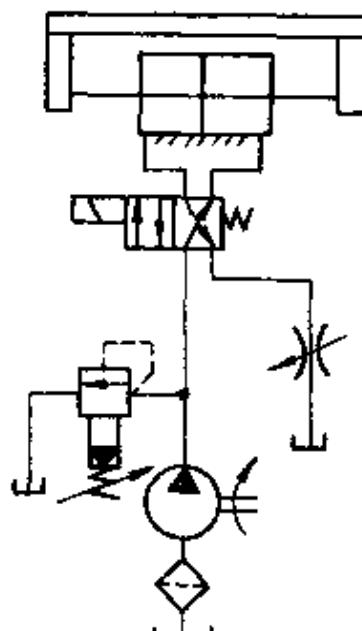

图 7-16 出口节流
答：(1) 出口节流调速回路 是将节流阀串联在液压缸和油箱之间，以限制液压缸的回油量，从而达到调速的目的（见图 7-16）。